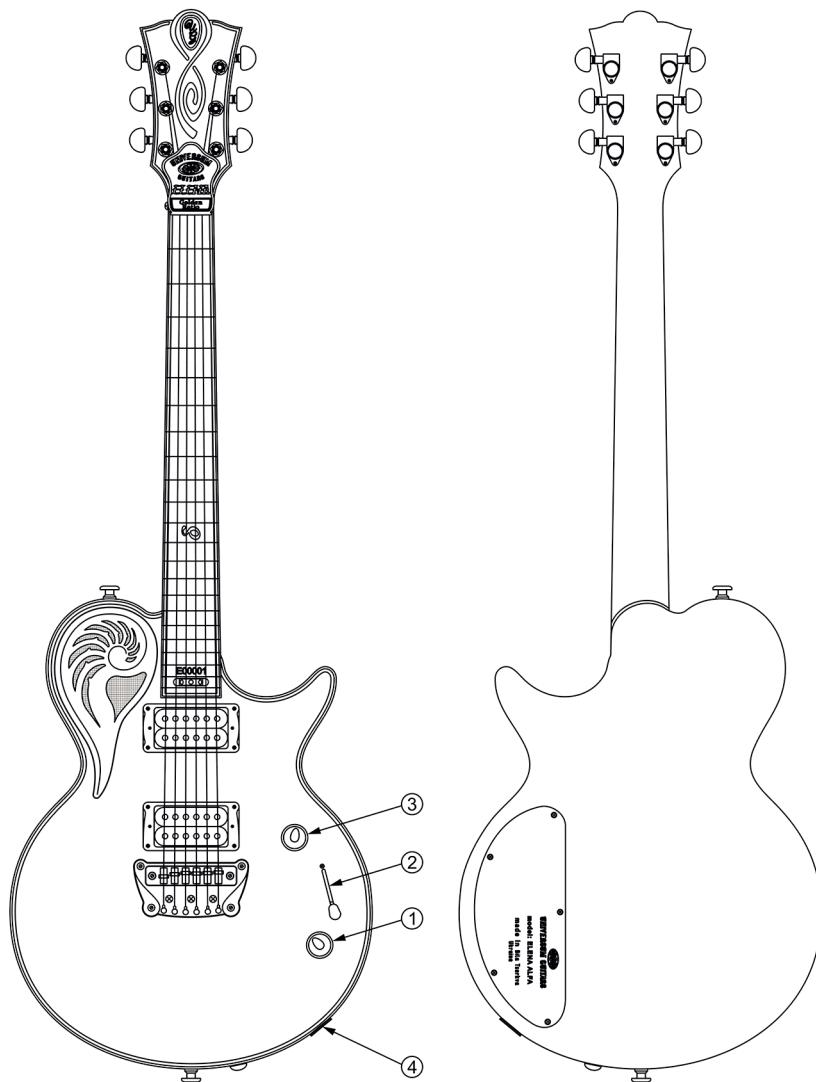

Bild 20
- Ausgangsbuchse - elektromagnetisch (Bild 20 Pos. 4).
- 1) Handgriff der Potentiometers für die Einstellung der Tonstufe (Bild 20 Pos. 2) mit dem Zweistufenschalter von Typ “Push-Pull”. Der Schalter schaltet jeweils eine Spule in jedem elektromagnetischen Tonabnehmer ab.
- 2) Handgriff des Dreipunkt-Wahlschalters (Bild 20 Pos. 4): schaltet die Kommutierungskombinationen der elektromagnetischen Tonabnehmern um.
- 3) Handgriff des Potentiometers für die Einstellung der Lautstärke der E-Gitarre (Bild 20 Pos. 3).